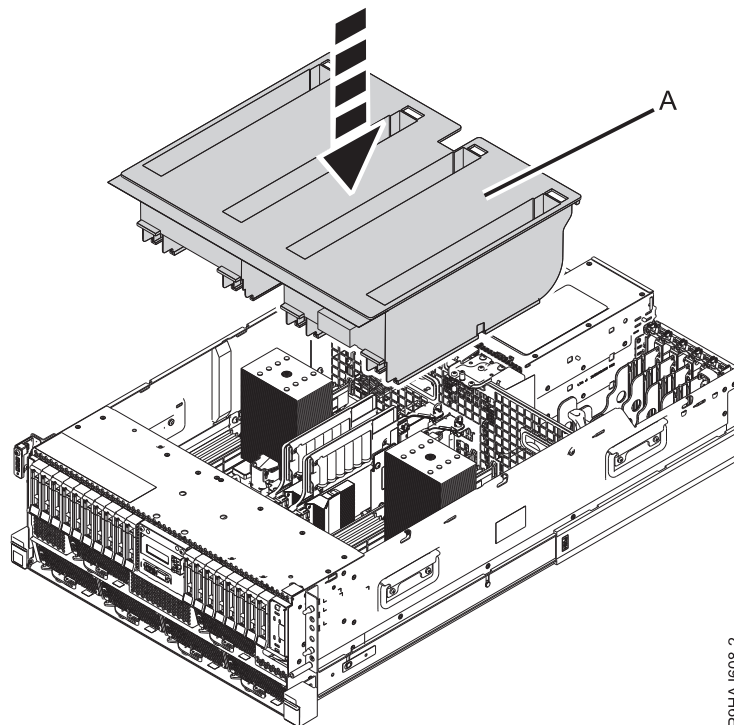
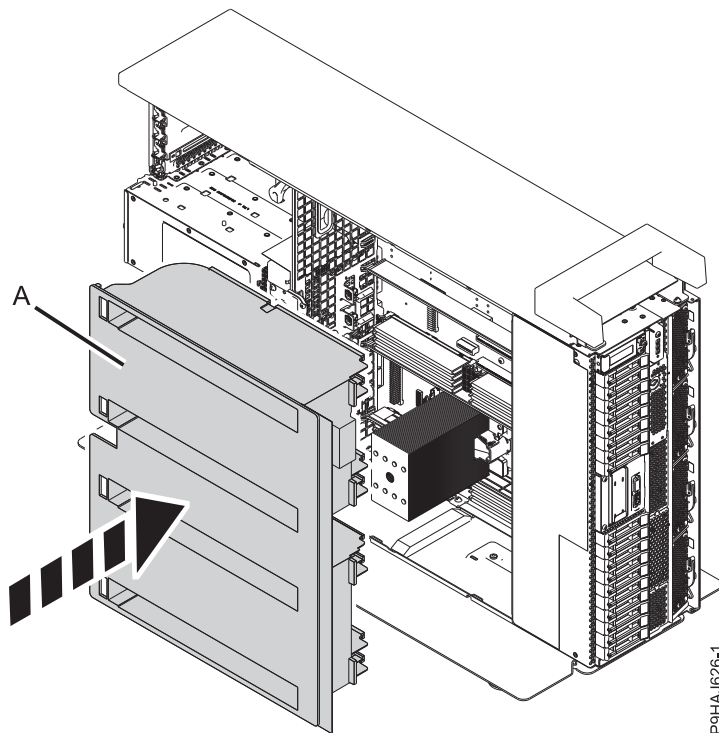

Figure 35. Remise en place de la grille d'aération sur un système monté en armoire
Figure 36. Remise en place de la grille d'aération sur un système autonome
2. Pour un système monté en armoire, remettez en place la grille d'aération (A) directement dans le châssis, comme illustré dans la figure 35. Pour un système autonome, remettez en place la grille d'aération (A) directement sur le côté du châssis, comme illustré dans la figure 36, à la page 50.